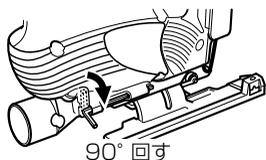
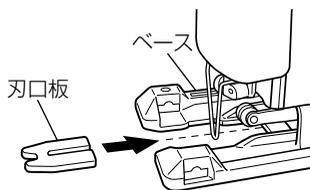

図 3-1
図 5-1
- (1) 左図の順に従い、六角棒スパナを取りはずします。(図 3-1、3-2)
- (5) (1)の手順を逆に行い、六角棒スパナを収納します。(図 3-1、3-2)
木材の直線切りで切断面角部のけば立ちを小さくするときには刃口板を使用します。刃口板の取付けは、ベース下側のボルト(9 ページの図 3-1 参照)をゆるめ、ベースを前方位置にし、ベース前側より奥までさし込みます。(図 5-1)
(9 ページ図 3-1 参照)
傾斜角度を調整するときは、ベース下部のボルトを付属の六角棒スパナでゆるめ(9ページ図3-1参照)、ベース半円部の横溝をボルトの位置まで移動させます。